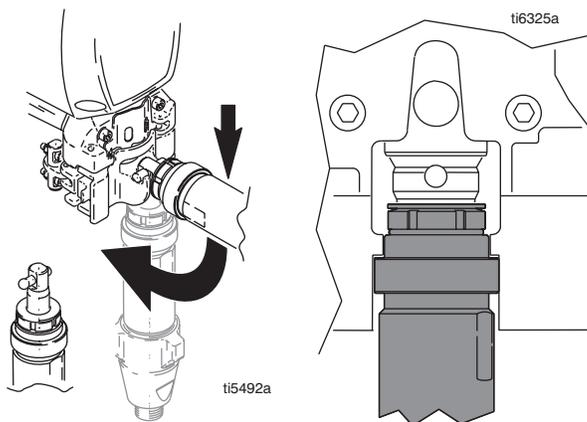

FIG. 24
1. FIG. 24. Allineare lo stantuffo al supporto del perno per estrarre lo stantuffo. Battere lo stantuffo su una superficie dura per spingere in posizione lo stantuffo.